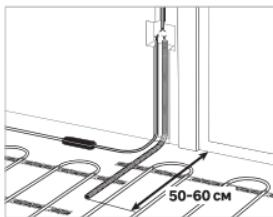

Рис. 2
Датчик температуры размещается в гофрированную пластиковую трубку. Торец трубы закрывается герметичной заглушкой, предотвращающей попадание внутрь раствора для крепления плитки или цементного раствора при устройстве теплого пола. Гофрированная трубка с датчиком внутри располагается на уровне греющего кабеля, между его витками, на равном удалении от них (рис. 2).
4. Подготовьте терморегулятор. Для этого снимите модуль управления и вставьте тонкую шлицевую отвертку в зазор между Модулем управления и стальной рамкой; поднимите ручку отвёртки до отщелкивания защелки (до характерного щелчка) (рис. 2а). Повторите действие с тремя оставшимися углами.
5. Отсоедините модуль управления от модуля питания (рис. 2б).
6. При продаже на модуле управления установлена переходная рамка для монтажа терморегулятора в блок рамок серии Legrand Valena «VAL» (рис. 2в). При необходимости её замены на рамку переходную Lexman Victoria «VIC» (входит в комплект поставки), необходимо разобрать модуль управления, надавив тонкой шлицевой отвёрткой на защёлки (рис. 2в).
Рис. 2а.
Рис. 2б.
Рис. 2в.